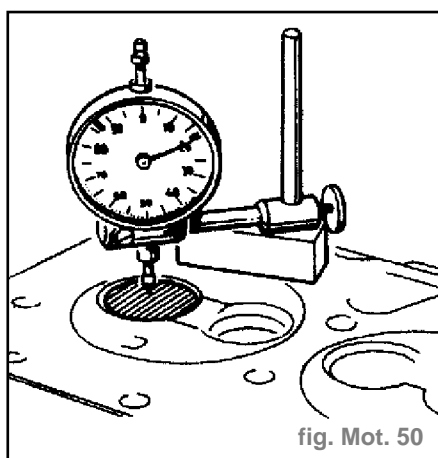

fig. Mot. 50
- Mesurer le retrait de la tête de soupape par rapport au plan de joint de culasse (fig. Mot. 50).